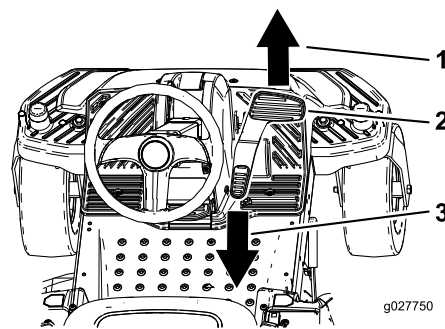

Figura 20
3. Ponga el pie sobre el pedal de control de tracción y pise lentamente la parte superior del pedal para desplazarse hacia adelante, o presione la parte inferior del pedal para desplazarse hacia atrás (Figura 20).